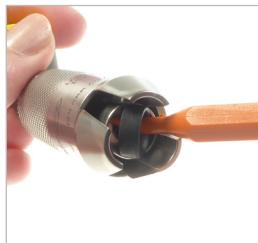

Figure 8
- ▶ Soulevez le joint frontal (n° 7) avec l'extracteur de joint torique WEH® réf. E98-101969 et retirez-le de la gorge (*Figure 8*).